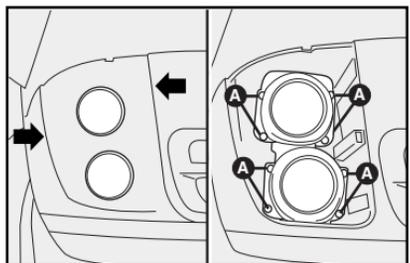

fig. 34
1) Saque la moldura con un destornillador en los puntos indicados por las flechas **fig. 34**;
2) Quite los tornillos **A-fig. 34** de sujeción del faro;
9) Recoloque el conjunto completo reapretando los tornillos **A-fig. 34**;